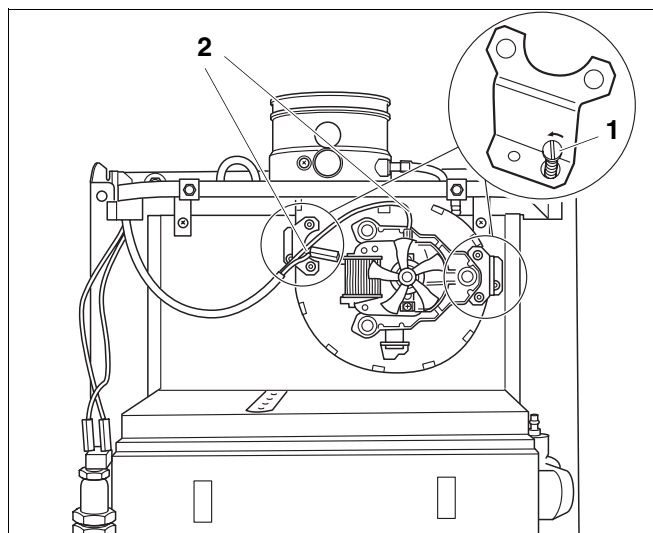

Рис. 11 Замена вентилятора
- Вытянуть кабельный штекер (рис. 11, поз. 2) из вентилятора.
- Отпустить два винта (рис. 11, поз. 1).